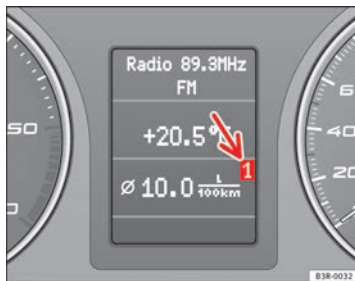

Abb. 59 Bordcomputer: Speicherebene 1
Welche Speicherebene gerade im Display angezeigt wird, können Sie anhand der dargestellten Nummer ⇒ Abb. 59 erkennen. Die Daten des Einzelfahrt-Speichers (Bordcomputer 1) werden angezeigt, wenn im Display eine 1 erscheint. Erscheint eine 2, werden die Daten des Gesamtfahrt-Speichers (Bordcomputer 2) angezeigt. ►
- Die Reset-Taste **B** so lange antippen, bis der Bordcomputer (Speicherebene 1 oder 2) im Display ⇒ Seite 87, Abb. 59 erscheint.